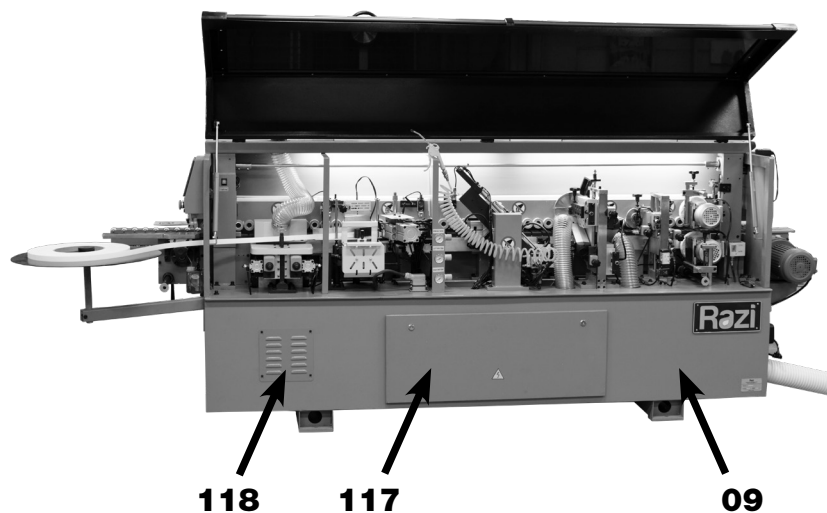

FIGURA 49 – Quadro Elétrico
O Quadro Elétrico (117) é localizado na própria Estrutura (09) da máquina, como ilustrado na figura 49.